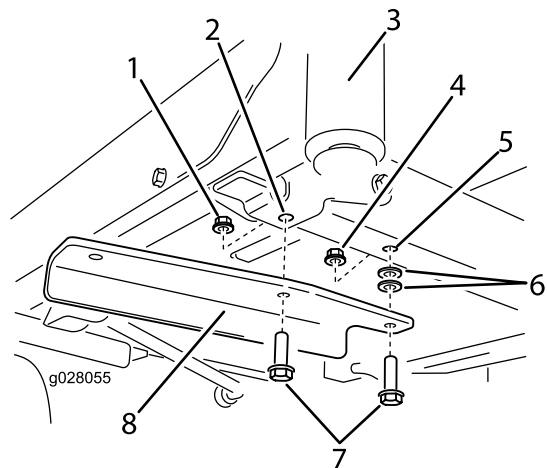

Figure 3
4. Fixez le support au cadre avec deux boulons (3/8 x 1-1/4 po), deux rondelles et deux contre-écrous (3/8 po) (Figure 3). Un contre-écrou provient des pièces détachées et l'autre a été déposé précédemment et est réutilisé.